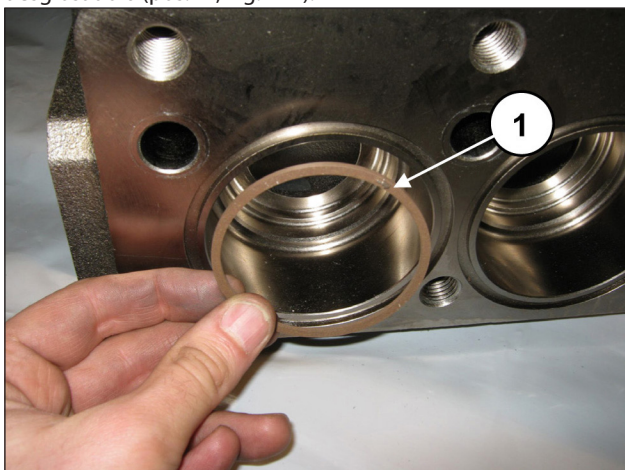

Fig. 147
Introducir la anilla anti extrusión en aspiración, pos. dibujo desglosado 6 (pos. ①, Fig. 147).